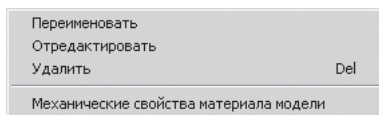

Рис. 3.29. Контекстное меню пункта **Шлицы прямобочные**
- щелкните правой кнопкой в системе КОМПАС-SHAFT 2D V6 в верхнем окне по пункту **Шлицы прямобочные**. Появится контекстное меню, см. рис. 3.29;